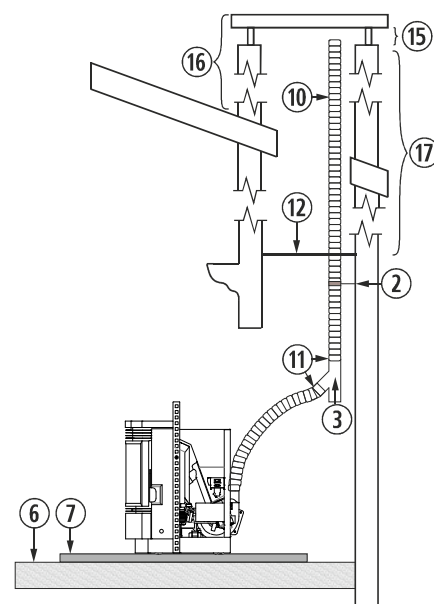

Figura 14
4.30. La instalación de un encastrable en una chimenea de obra, se puede realizar en toda su totalidad en tubo flexible, tal y como indica la *figura 14*. Debemos tener especial cuidado a la hora de realizar el aislamiento entre la chimenea y el tubo de la salida de gases, para evitar posibles retrocesos de gases en caso de tormenta.
②	Abrazadera de sujeción de acero inoxidable.
③	Te de 135° con registro.
⑥	Suelo de madera.
⑦	Protector del suelo no combustible.
⑩	Tubo flexible de acero inoxidable.
⑪	Manguito unión rígido a flexible.
⑫	Aislante anti retroceso.
⑮	Mínimo 200mm.
⑯	Debe sobrepasar 1 metro el tejado.
⑰	Mayor a 4m aumentaremos una medida.